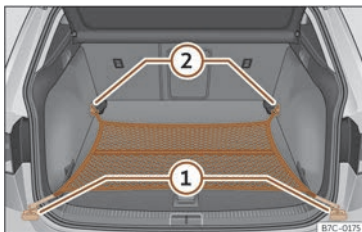

Fig. 165 Al maleter: bossa de xarxa enganxada arran de la base.
- Fixeu els ganxos de la bossa a les argolles d'amarratge >>> **fig. 165** ① i ② >>> ⚠. La cremallera de la bossa ha de quedar cap amunt.